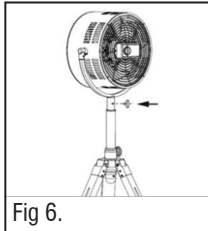

Fig 6.
3.2.2.3. Steek die sluitknop deur die gate en draai die sluitknop vas soos getoon in Fig.6.